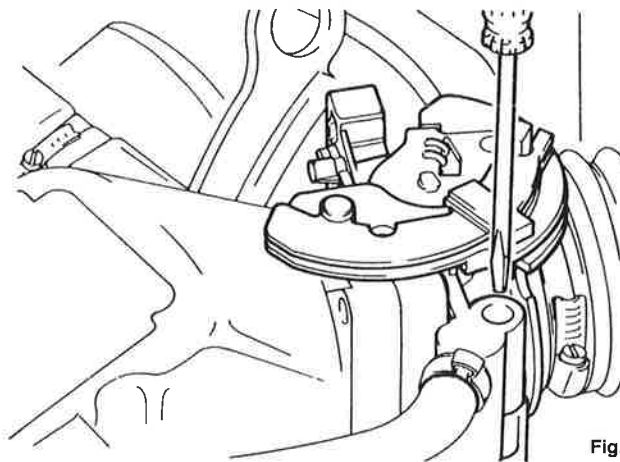

Fig. 2
- Régler le ralenti en agissant sur la vis d'air, à l'aide d'un tournevis (voir figure 2).